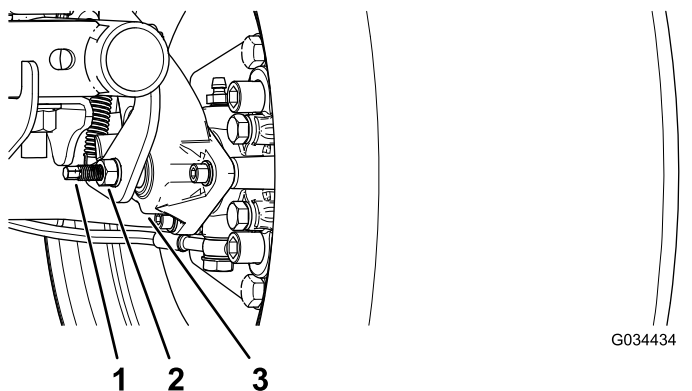

Figure 56
3. Utilisez 2 clés, une pour maintenir le tenon de réglage en place sur l'étrier et l'autre pour desserrer l'écrou de blocage de 1/4 de tour (Figure 56).
4. Tout en maintenant le tenon de réglage et l'écrou de blocage en place, tournez le tenon pour le serrer (Figure 56).
5. Tout en maintenant le tenon de réglage et l'écrou de blocage en place, tournez le tenon en arrière de 1/4 de tour (Figure 56).
6. Tout en maintenant le tenon de réglage et l'écrou de blocage en place, serrez l'écrou de blocage (Figure 56).